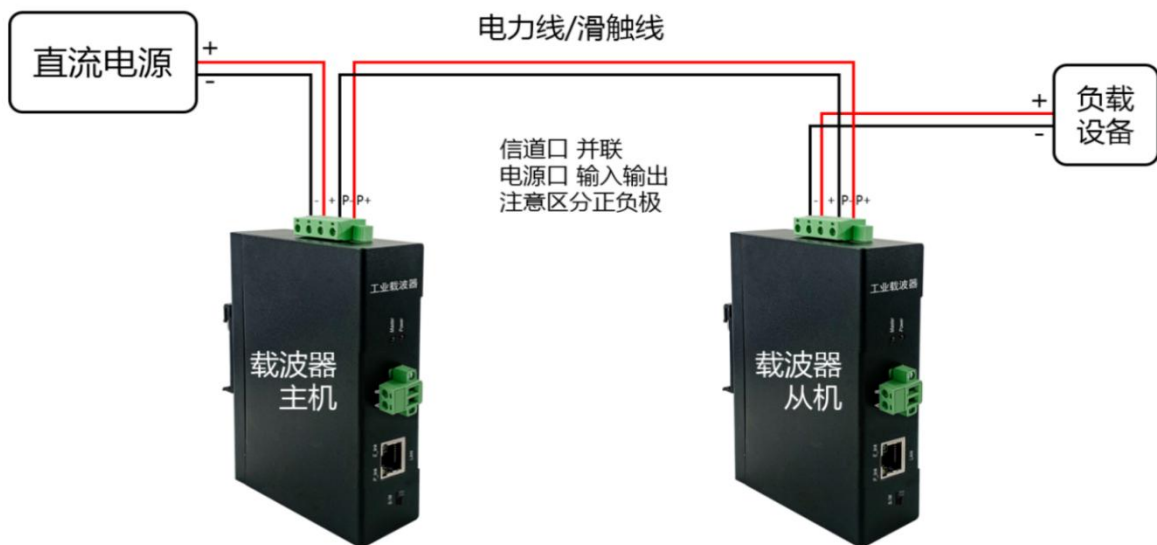

图 1
**1、内置滤波接线方式：负载 5A 以内，电源口+、-接直流电源或负载，信道口 P+、P-并联在电力线上，需区分正负极。接线示意图，如图 1：**